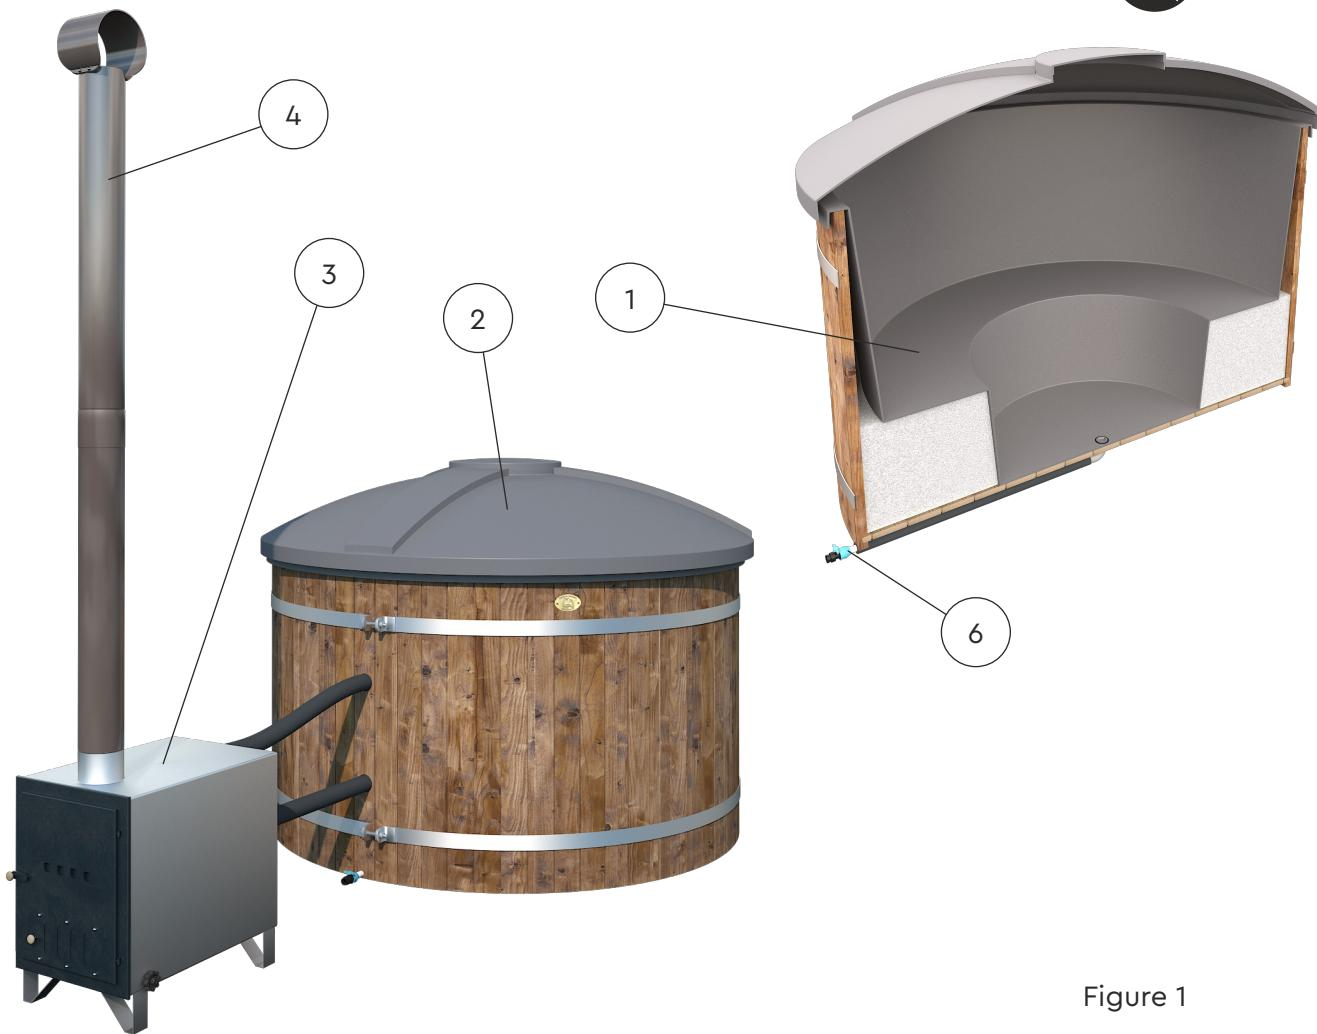

Figure 1
Cuve thermale – la partie de la cuve thermale remplie d'eau (voir Figure 1).
6. Robinet de vidange de la cuve thermale voir Figure 1